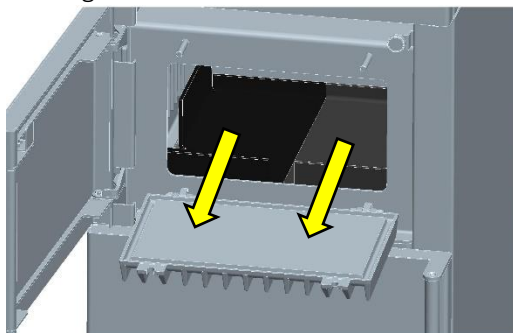

Fig. 12 : Déflecteurs supérieurs en acier
2. Retirer les deux déflecteurs supérieurs (acier) par le volet d'inspection ouvert. Voir Fig. 12.